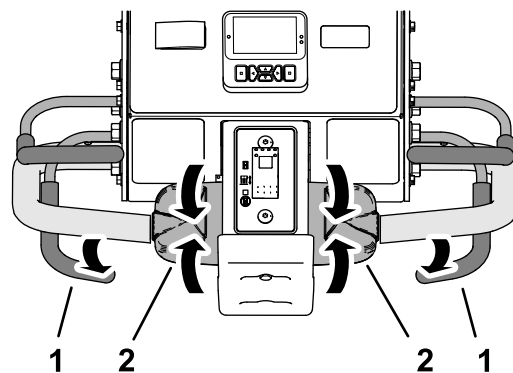

Figura 89
1. Se avete abbassato la testa di carotaggio, rilasciate la barra di arieggiatura (Figura 89).